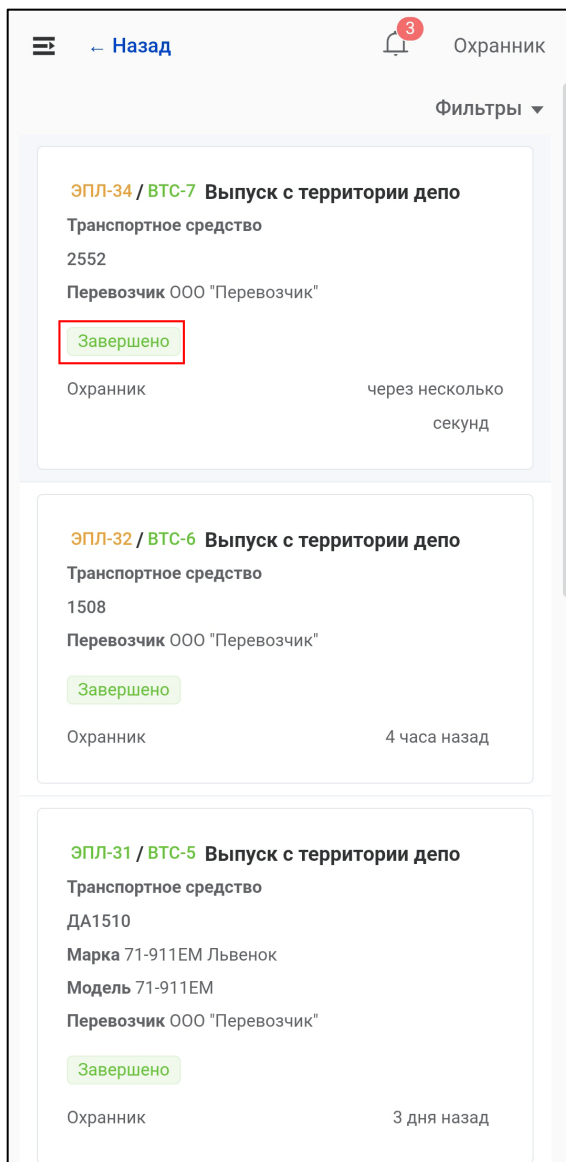

Рисунок 84 – Задача на выпуск ТС завершена
2) Задача завершена (Рисунок 84).